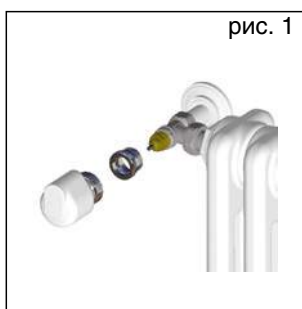

рис. 1
- Для установки головки на вентиль нужно снять пластиковую регулирующую ручку с корпуса вентиля, пластиковый кронштейн и завинтить адаптер код 1941 (Рис. 1)